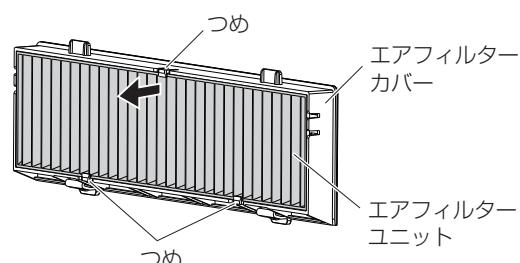

図2
- エアフィルタユニットは3か所のつめで固定されています。その内の1か所つめがある側のひだをつまみ、エアフィルターカバーから取り出してください。(図2)